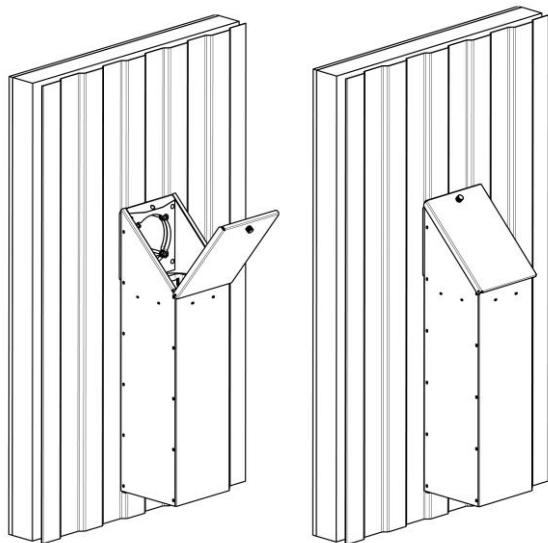

Рис. 18
3. Изготовьте гильзу длиной равной толщине стены плюс 10мм ($L_{гильза}=Столщина\ стены+10мм$), см. Рис. 18.
- Подключите кабель в разъем вентиляционного блока. Закройте крышку и зафиксируйте ее, плотно притянув винтом, см. Рис. 18